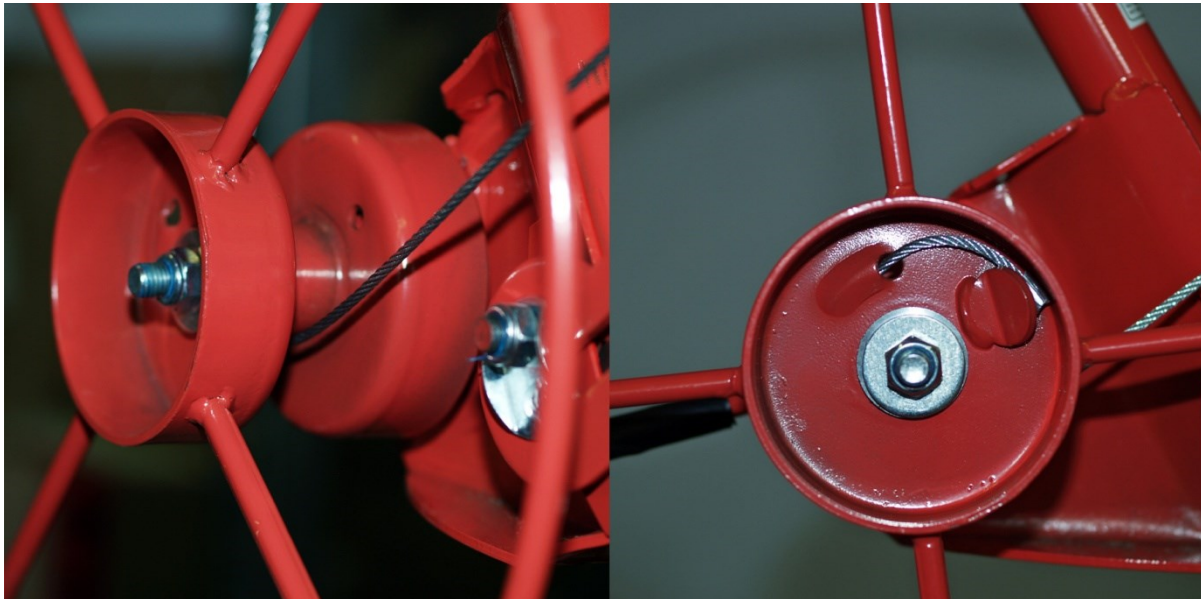

Abbildung 6
9. Seil unter der Handkurbel entlangführen und in der Sicherung fixieren (Abb. 6).